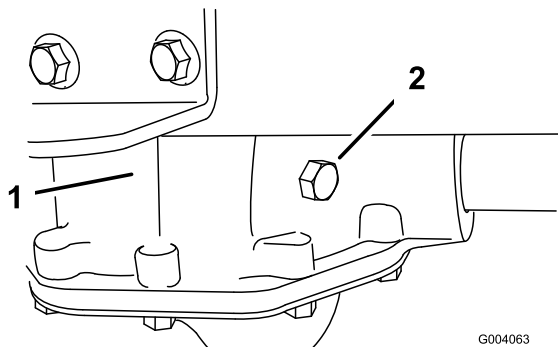

Figura 45
2. Tire a cavilha reguladora do eixo de transmissão (Figura 45).